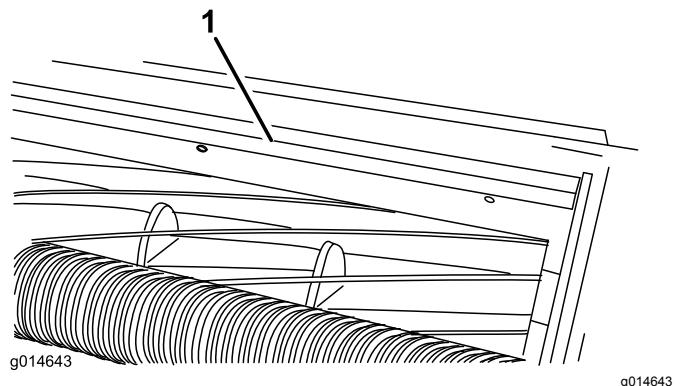

図 19
1. バー図19をカッティングユニットに固定しているねじをゆるめる。